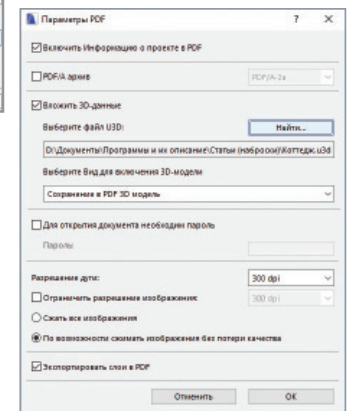

Рис. 10. Настроенные параметры PDF
6. В открывшемся диалоге **Параметры PDF** отметьте маркер **Вложить 3D-данные** (рис. 10). Нажмите кнопку **Найти** для выбора ранее сохраненного файла в формате U3D (см. шаги 1 и 2).